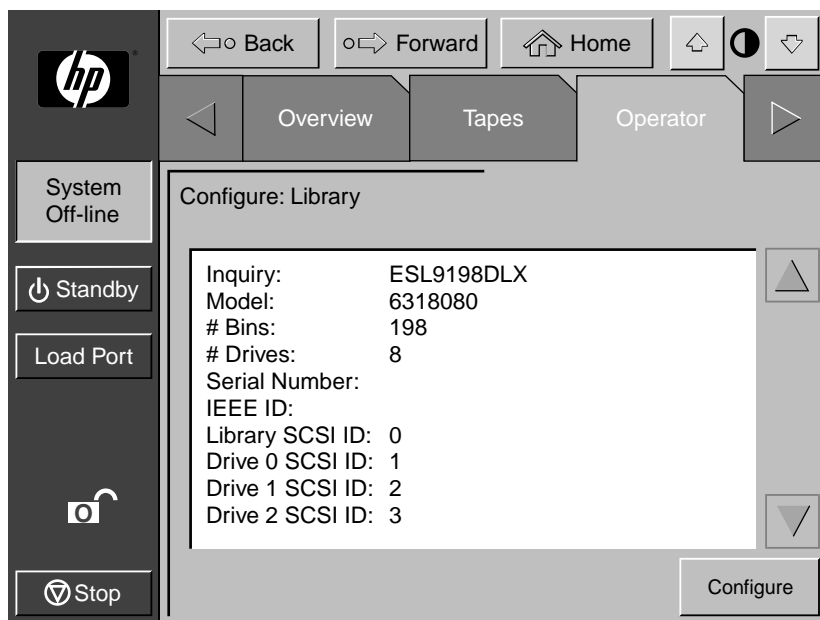

図4-3: [Configure: Library]画面 (図はESL9198の画面を示しています)
1. [Operator]画面で、[Configure Library]ボタンを押します。コントロールパネルに[Configure: Library]画面が表示されます (図4-3を参照)。